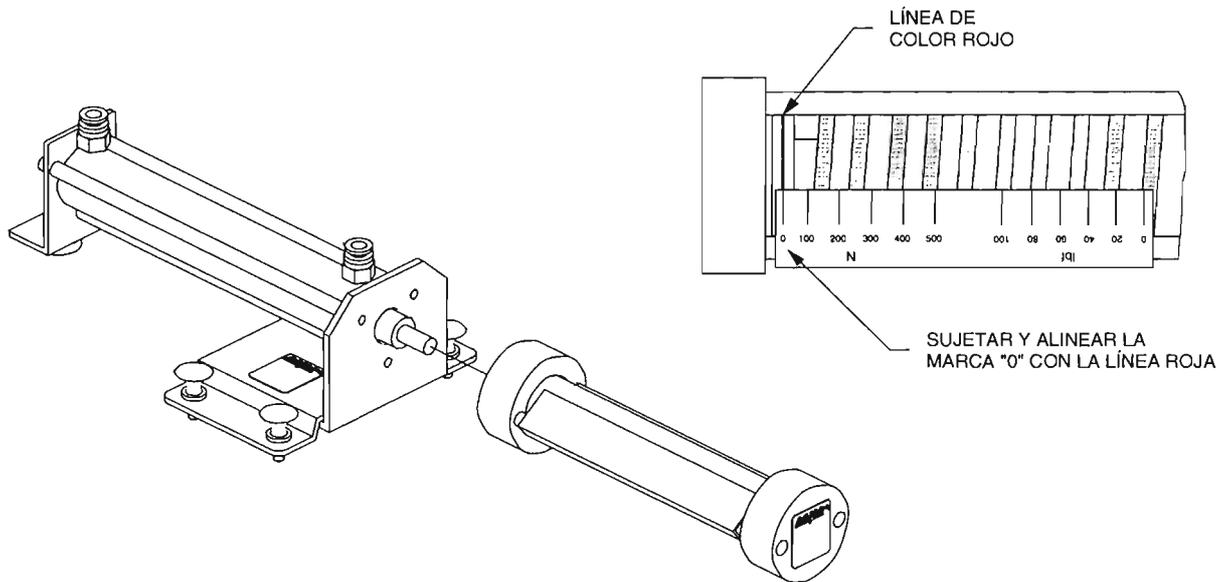

Figura 2-5. Ensamble del dispositivo de carga.
4. Como muestra la Figura 2-5, enrosque el dispositivo de carga de resorte en el cilindro hasta que el pistón de dicho dispositivo comience a empujar el resorte que lo rodea. No utilice ninguna herramienta para enroscar el dispositivo de carga.